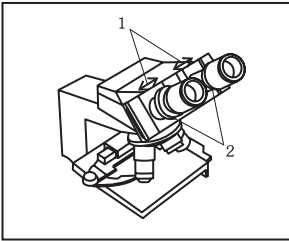

Figure 3
- ♦ La distance interpupillaire (Figure 3). La série de microscopes 137 possède un système de compensation de graduation interpupillaire libre. Régler les deux oculaires jusqu'à avoir une fusion des deux images.